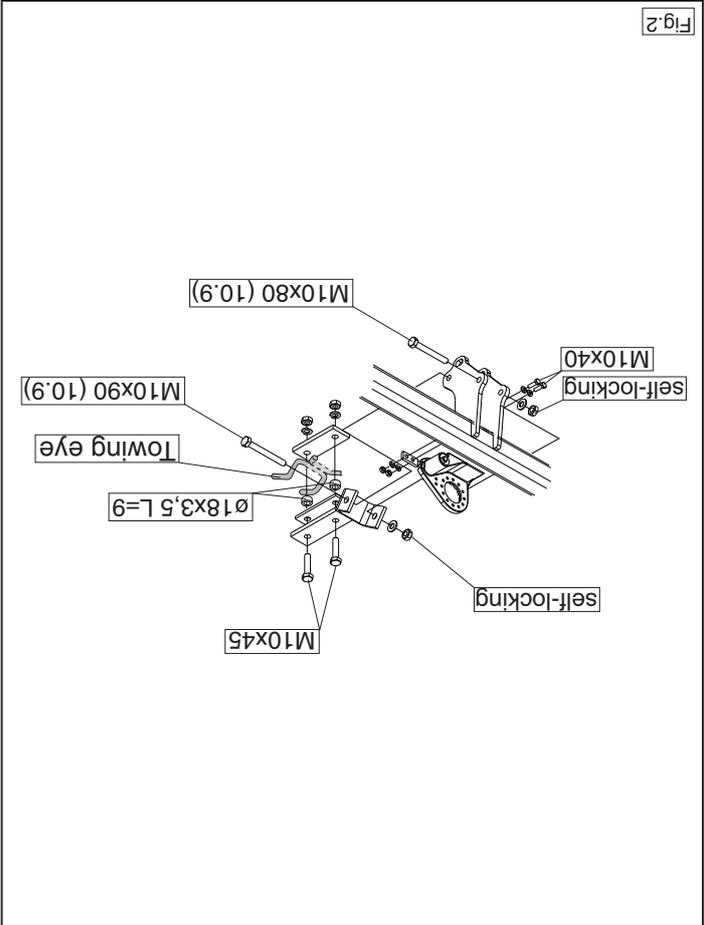

Fig.2
14. Den Querbalke in der Mitte an der Schleppe befestigen (Abb. 2).